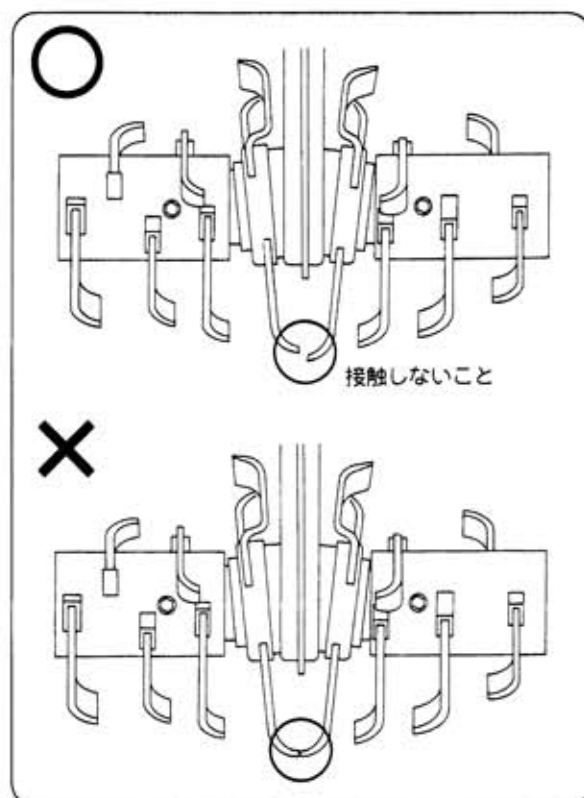

図40
❷ クロス刃受を手で回転させて左側と右側の爪が接触していないことを確認してください。(図40)